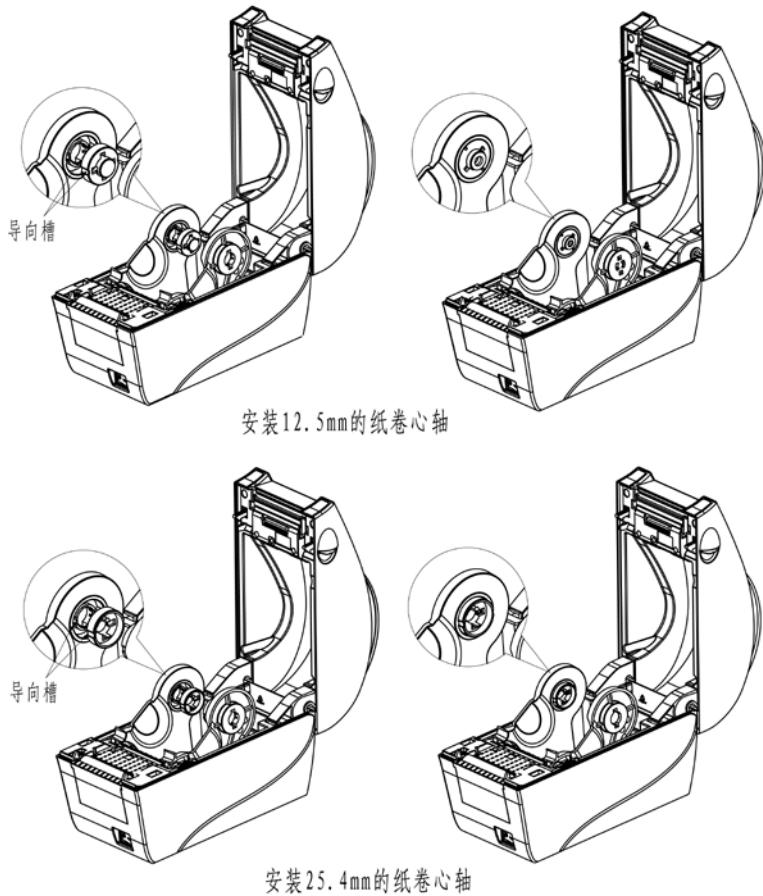

图 2.4.2
- 将两个纸支架堵头分别沿着导向槽插到左、右纸支架的中心孔内（见图 2.4.2）；